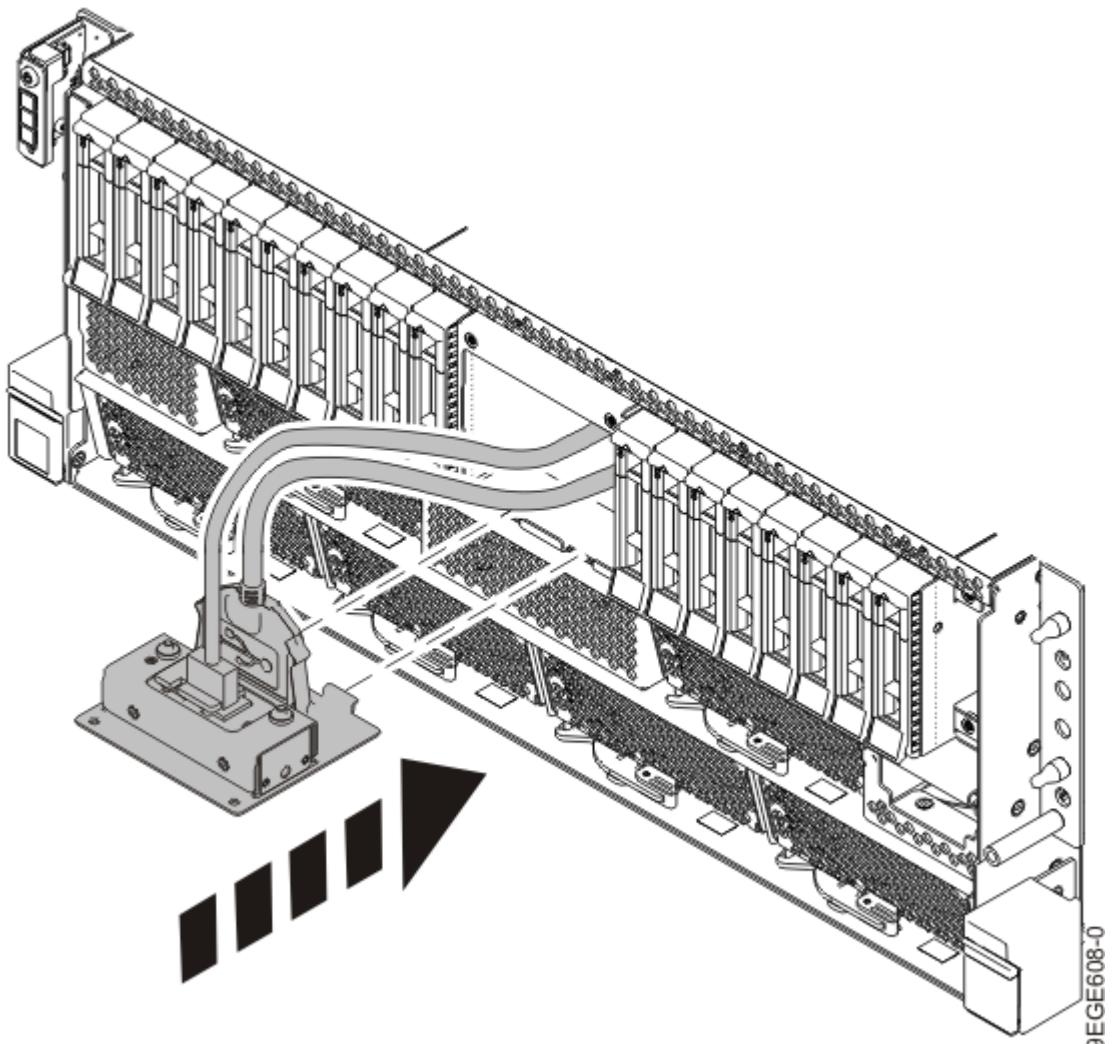
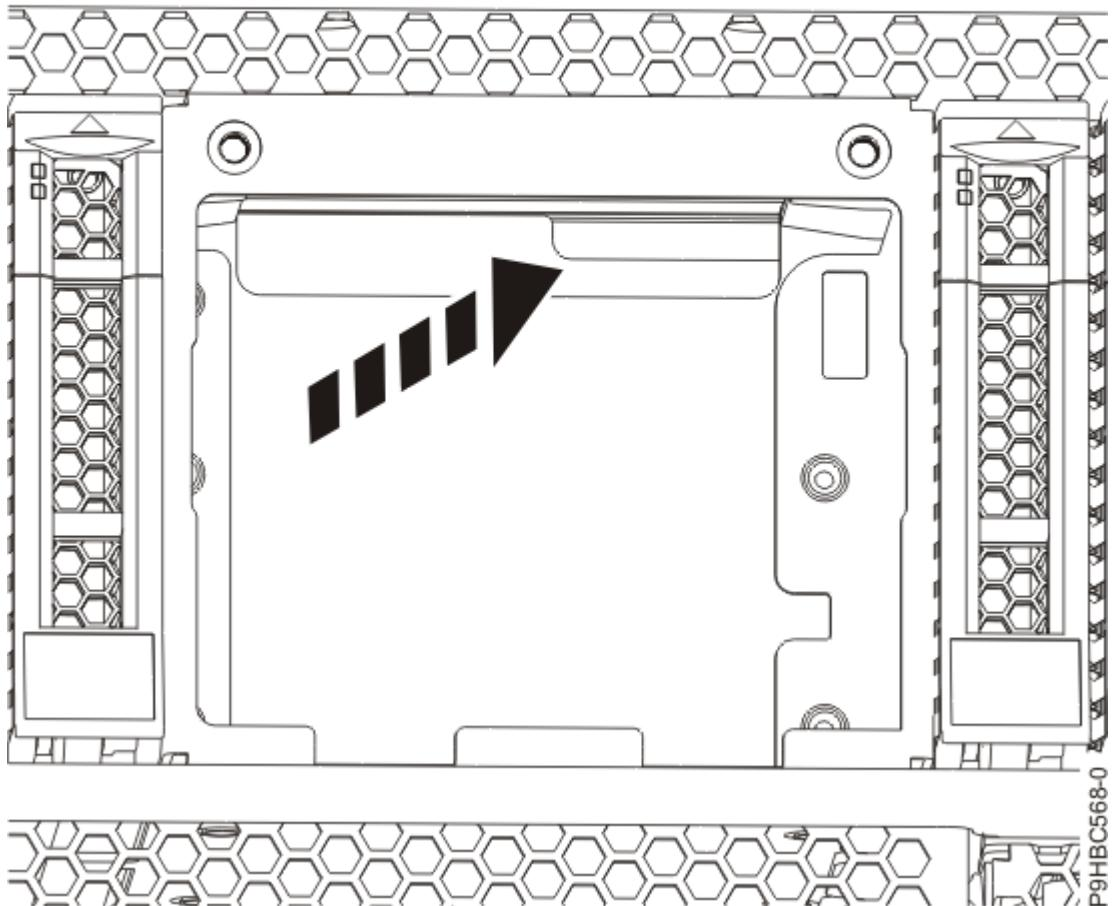
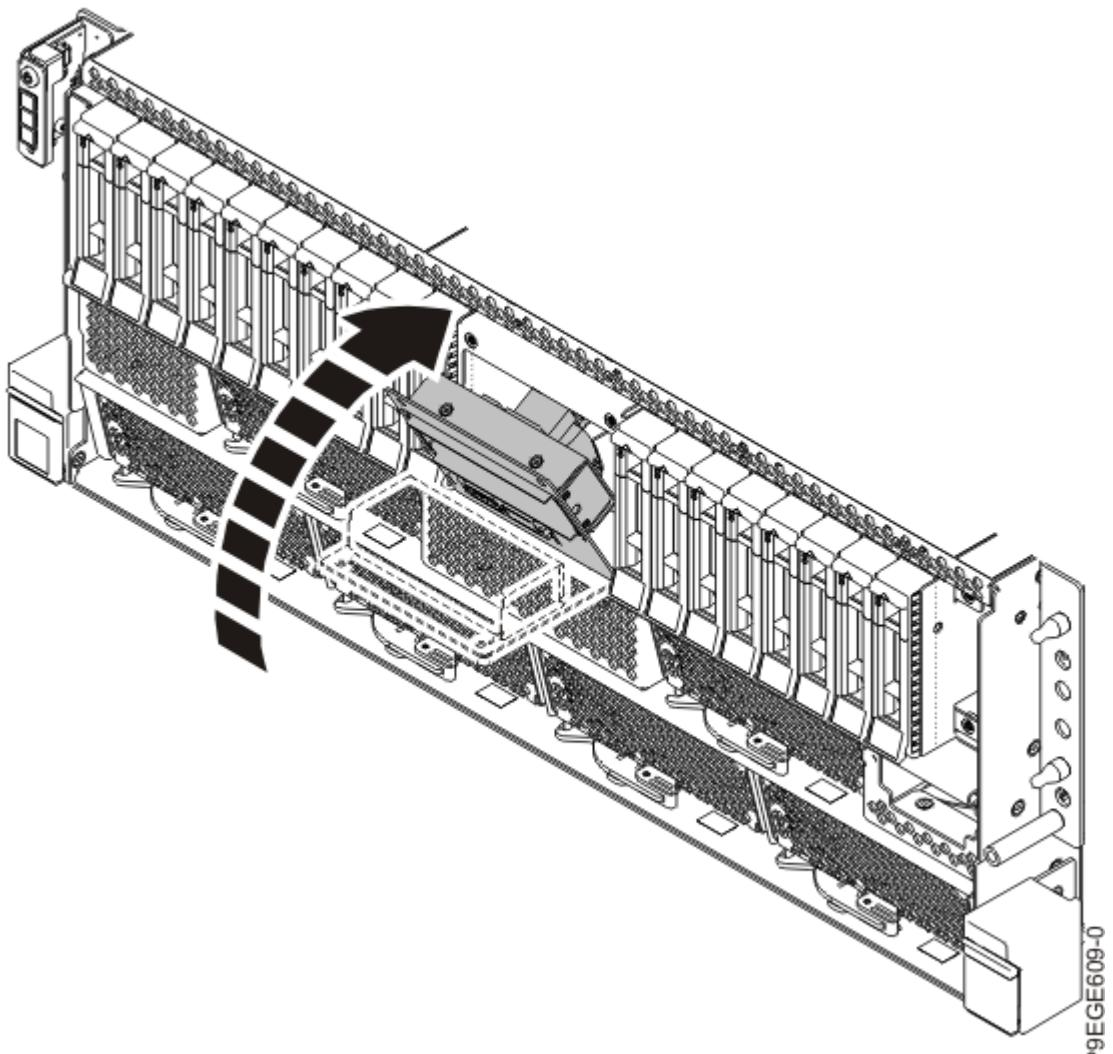

図 117. ラック・マウント型システムのコントロール・パネル・ディスプレイ・ケーブルの挿入
図 118. ラック・マウント型システムのシャーシ内のこの穴を通したケーブル配線
図 119. ラック・マウント型システムのコントロール・パネル・ディスプレイ・ホルダーのクローズ
3. ラック・マウント型システムの場合、コントロール・パネル・ディスプレイ・ケーブルをシステムに挿入します (122 ページの図 117、123 ページの図 118、124 ページの図 119、および 125 ページの図 120 を参照)。